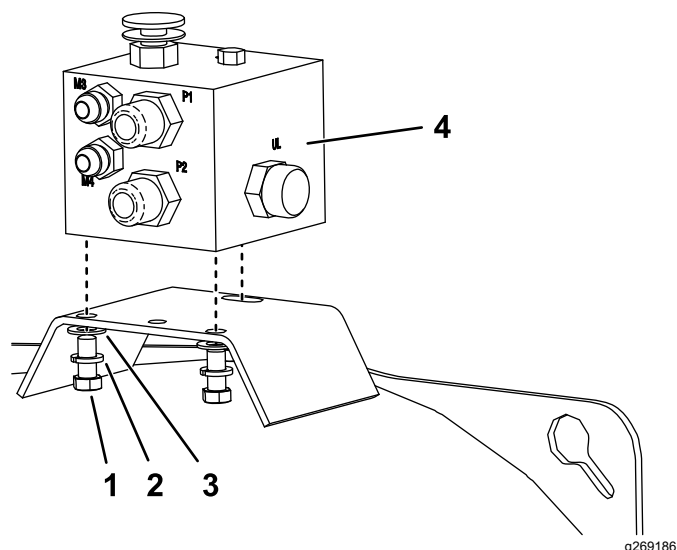

Figure 1
2. Fixez le collecteur de la brosse de voirie sur le support de montage du collecteur à l'aide des 3 boulons (7/16 x 1 po), rondelles-frein et rondelles plates (Figure 1).